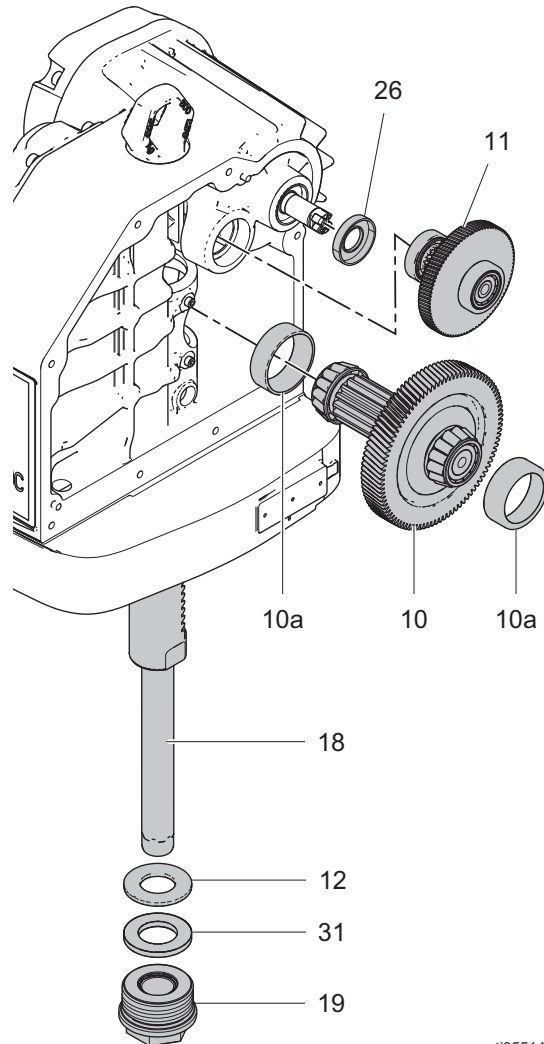

图 22: 拆除输出轴和齿轮
5. 将轴的轴承组件（19）从驱动器上拧下。请参见图 22，第 16 页。